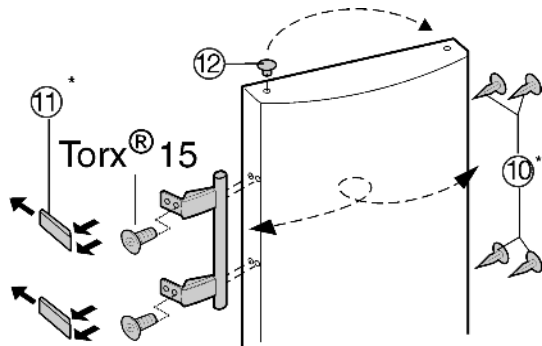

Fig. 6
- ▶ Wyciągnąć wkładkę Fig. 6 (12) z zawiasu drzwi i przełożyć na drugą stronę.
- ▶ Zdemontować uchwyt drzwi, zatyczki Fig. 6 (10) oraz płytki dociskowe Fig. 6 (11) i przełożyć je na przeciwną stronę.